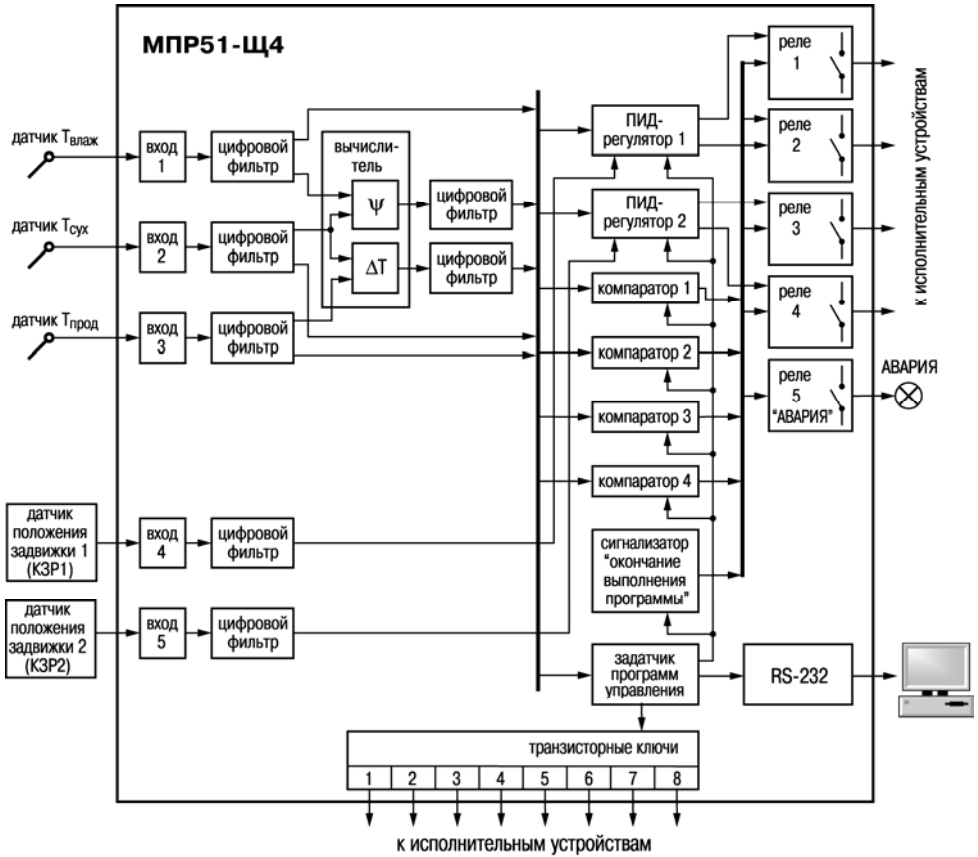

Рис. 3.1. Структурная схема прибора
3.1.1. Структурная схема прибора приведена на рис. 3.1.